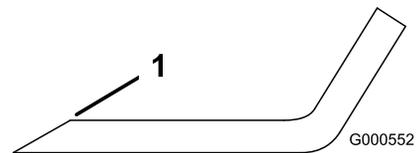

図 49
1. ブレードは、左右の刃先をやすりで磨く **図 49**。
注 もし傾くようなら、重い方の裏面を少し削って調整する **図 49**。